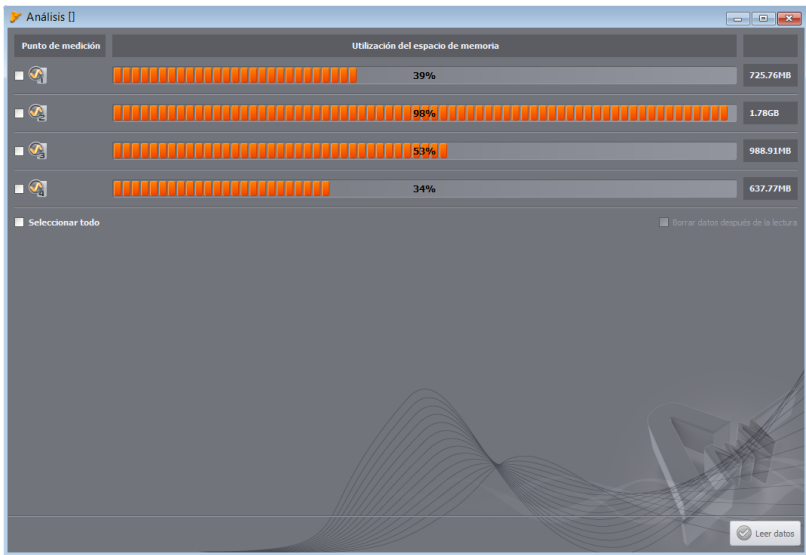

Fig. 54. Selección de datos para lectura.
Después de una conexión correcta del medidor con el ordenador se muestra la ventana como en la Fig. 54 y se pueden elegir los datos para descargar y su posterior análisis. Para ello, se seleccionan los puntos de medición deseados para obtener los datos. En el lado derecho de barra de la ocupación de la memoria se muestra el volumen real de los datos. Para comenzar a descargar datos de la configuración de medición seleccionada, haga clic en el botón **LEER DATOS**.
- Al hacer clic en **LISTA** se vuelve (después de confirmar) a la ventana de leer los datos desde el analizador (Fig. 54). Si hasta ahora no se han guardado los datos descargados, se perderán.